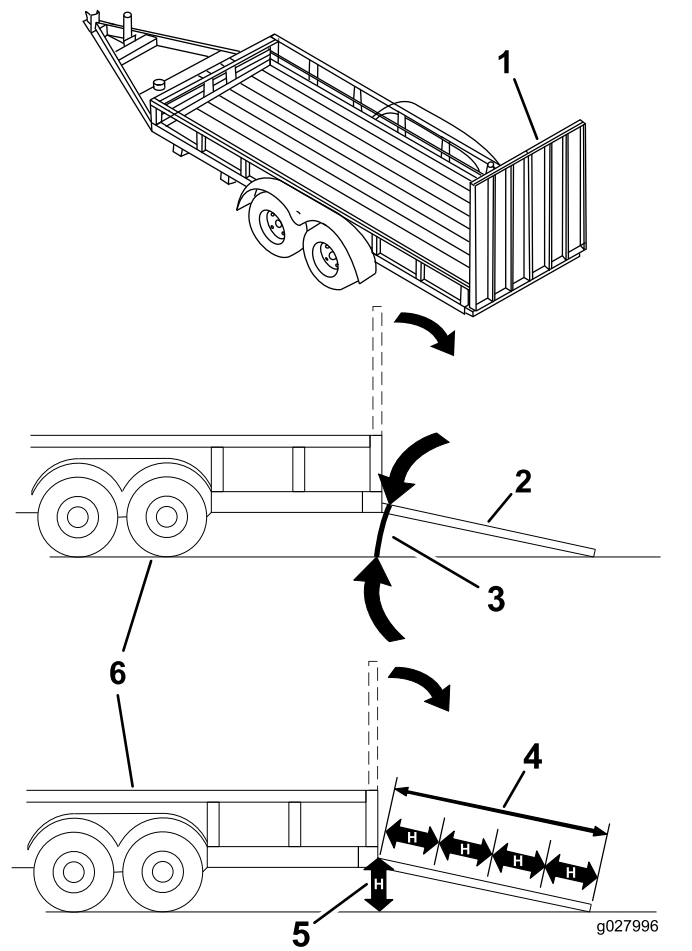

Рисунок 34
При погрузке машины на прицеп или грузовик повышается вероятность опрокидывания, что может привести к получению тяжелой травмы или гибели (Рисунок 34).
3. Опустите наклонный въезд, убедившись, что угол между наклонным въездом и поверхностью земли не превышает 15 градусов (Рисунок 34).
1. Опустите наклонный въезд, убедившись, что угол между наклонным въездом и поверхностью земли не превышает 15 градусов (Рисунок 34).